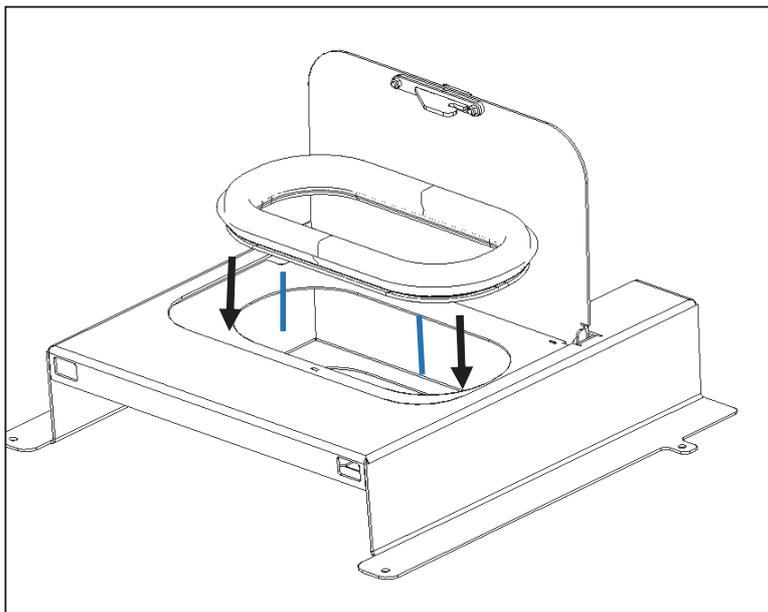

Figura 50 - Colocar la goma en la parte superior
d) Colocar la goma eliminada en el punto C en la cabeza superior acostado en el kit 1, como demuestra en la Figura 50.